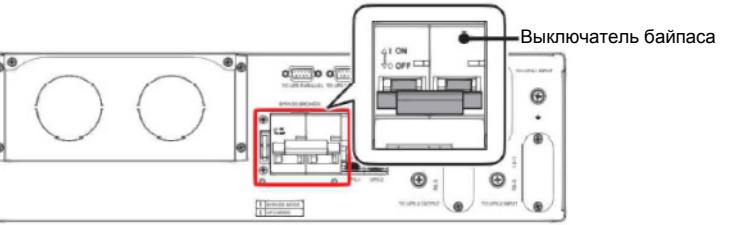

Рисунок 18
- 23** Переведите выключатель байпаса на БСБ в положение OFF (ОТКЛ.). Положения ON (ВКЛ.) и OFF (ОТКЛ.) указаны на выключателе байпаса, см. **Рисунок 18**.